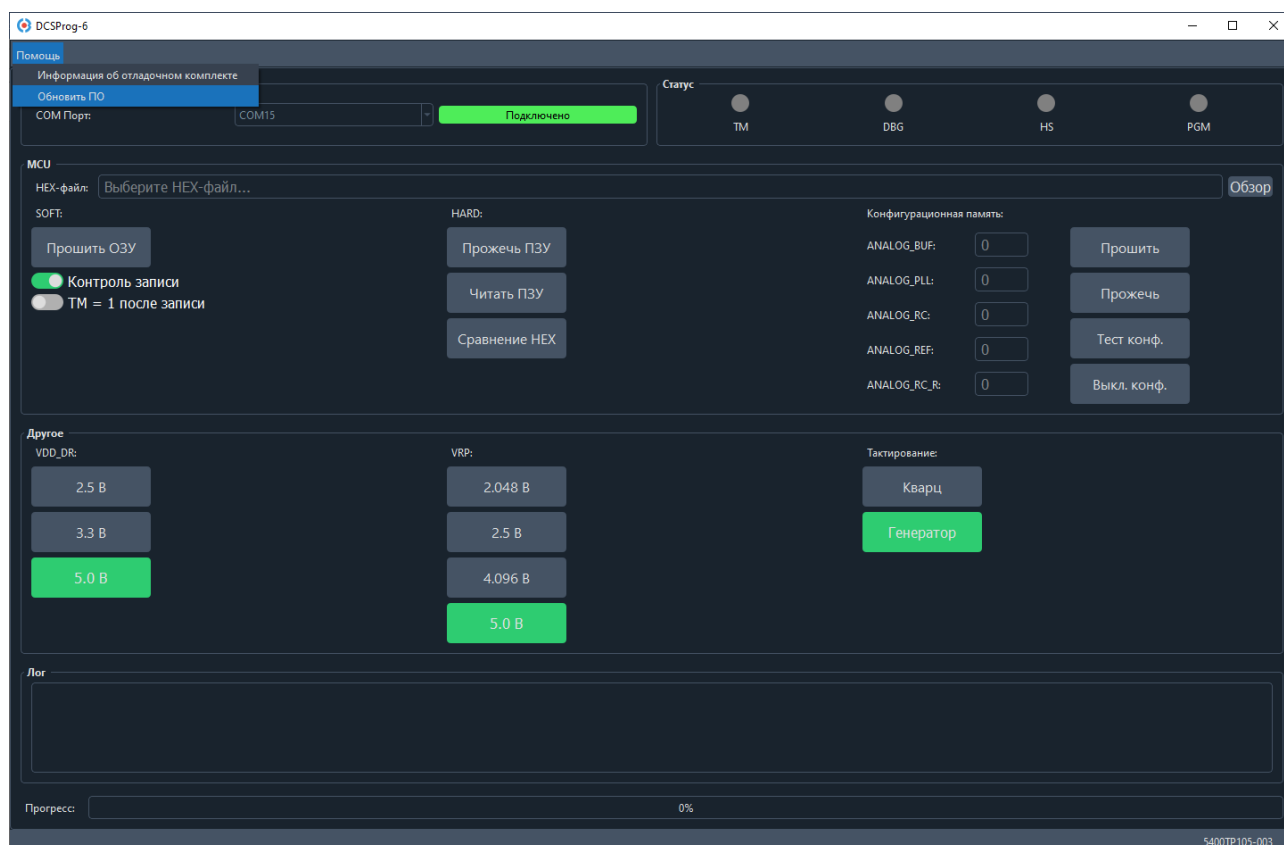

Рисунок 60. Меню обновления DCSProg6
2. Открыть программу DCSProg6.exe из скачанного архива и выполнить «Помощь» → «Обновить ПО» (Рисунок 60);